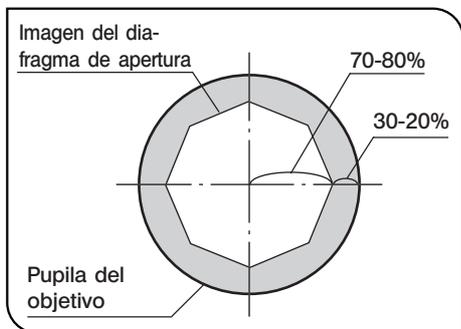

Fig. 34
Diafragma de apertura (Figs. 34 y 35)
- Dado que el contraste de las muestras del microscopio es normalmente bajo, normalmente se recomienda ajustar el diafragma de apertura del condensador entre el 70 y el 80% de la NA ② del objetivo en uso. Ajuste el ratio retirando el ocular y mirando por la funda del ocular, mientras ajusta el anillo del diafragma de apertura ①, hasta que se vea la imagen que se muestra en la Fig. 34.